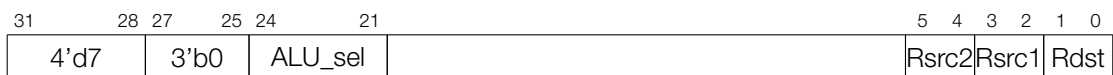

图 30-3. 指令类型 - 对寄存器数值的 ALU 运算
如图 30-3 所示, 当协处理器指令 [27:25] 位设置为 3'b0 时, ALU 将对协处理器寄存器 R[0-3] 中存储的内容进行运算, 运算类型则取决于指令的 ALU\_sel [24:21] 位, 具体设置方式见下表 30-1。
**Operand 描述** - 见图 30-3